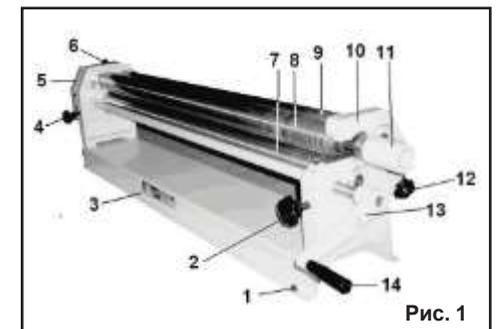

Рис. 1
6. УСТРОЙСТВО (Рис. 1)
7. МОНТАЖ (Рис. 1)
Как показано на Рис. 1, переустановите ручку
9. РАБОТА (Рис. 1)